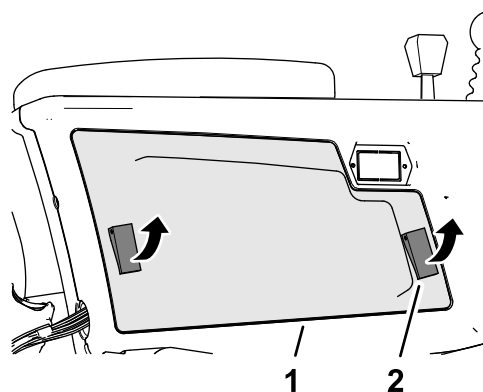

図 133
2. コントロールアームのカバーをコントロールアームに固定しているラッチ2ヶ所を解除してカバーを外す 図 133。